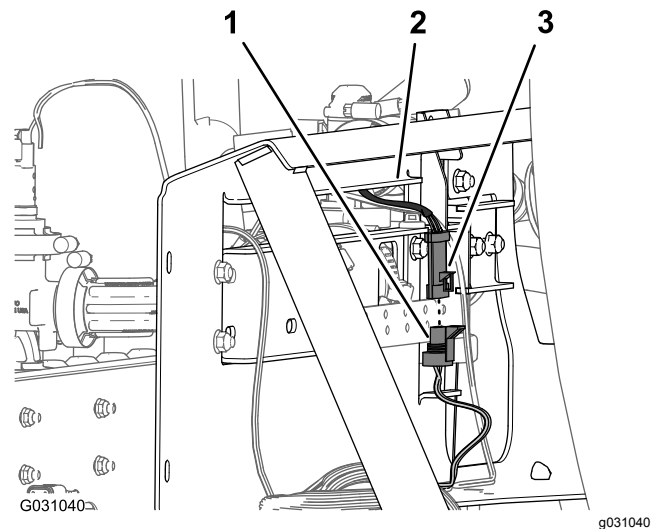

Figura 110
6. Conecte el conector de 3 pines del arnés de la válvula de agitación al conector hembra de 3 vías de la rama de 203 cm del arnés de cables etiquetado **Agitation Valve** (válvula de agitación) (Figura 110).